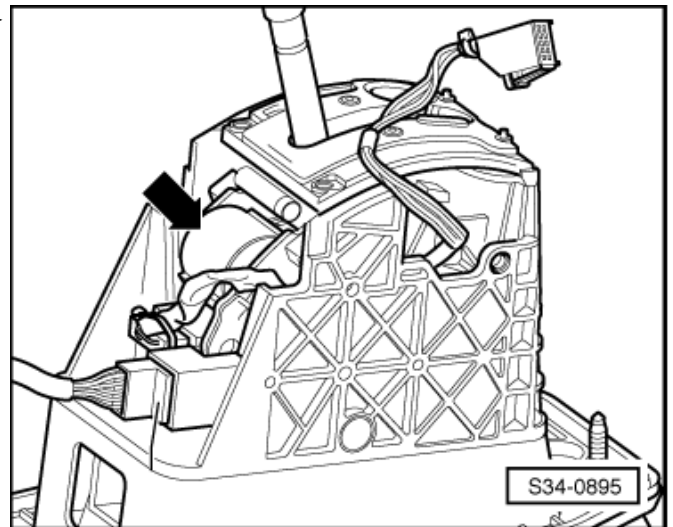

Abb. 4: Lampe für Wählhebelskalableuchtung -L101- ►
- ☐ die Lampe für Wählhebelskalabelleuchtung -L101- ist im Rahmen der Abdeckung integriert; Einbauort ⇒ Abb. 4 in **34-1** Seite 3